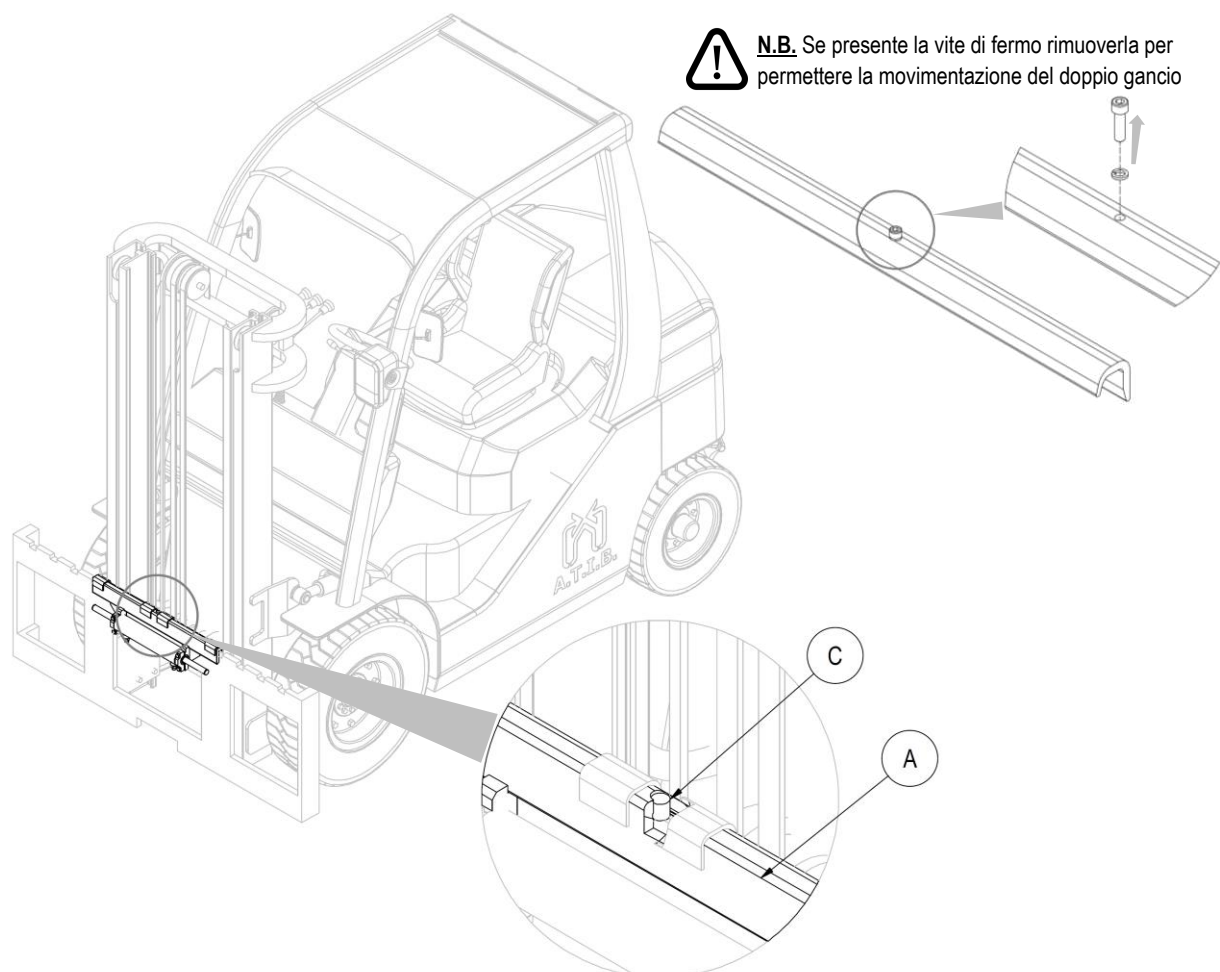

Figura 8
4. Prendere manualmente il doppio gancio **A** (con le relative bocche di scorrimento e con il relativo cilindro traslatore), e posizionarlo sul profilo superiore della piastra porta forche, avendo cura di incastrare il perno di centraggio **C** nella tacca centrale della stessa (vedi Figura 8).